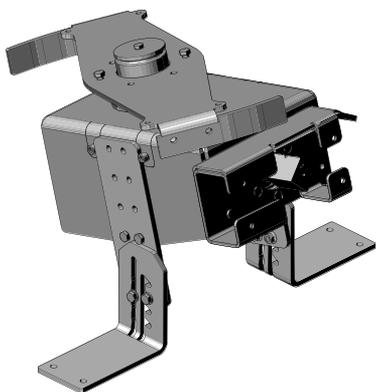
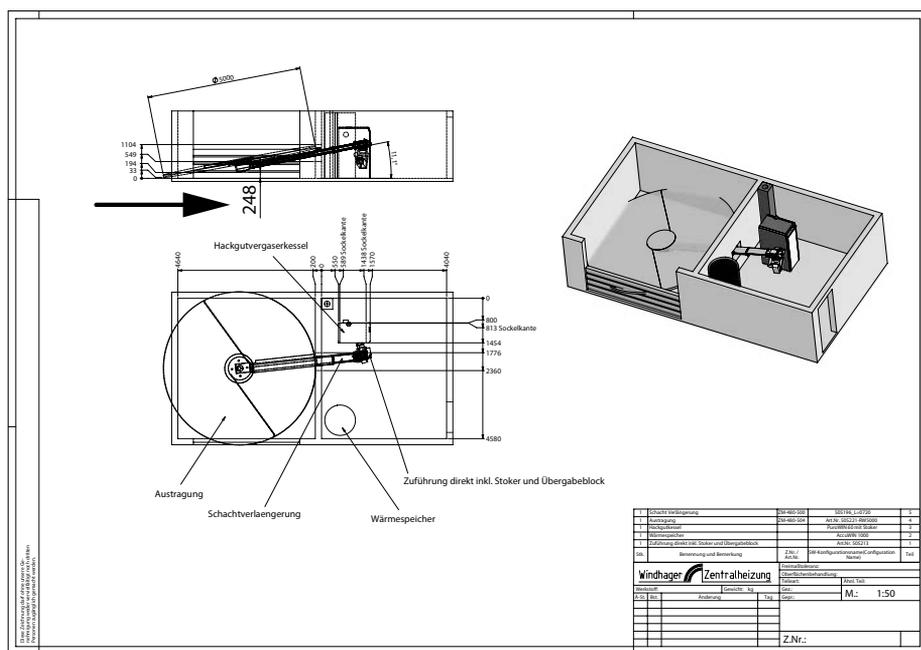

Fig. 117 Agitatore con piedi d'appoggio
Fig. 118 Schema dell'impianto
- Montare l'agitatore; regolare i piedi d'appoggio dell'agitatore (Fig. 117) in base alla misura indicata nello schema dell'impianto (Fig. 118) e installarlo provvisoriamente.
**Esempio:** l'altezza richiesta nello schema è di 248 mm – Fig. 118.